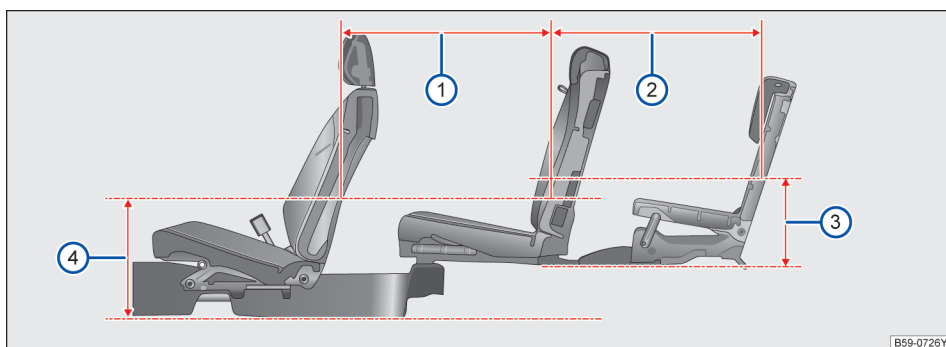

图 96 座间距
位置 680mm 处→图 96 ④，第一排及第二排座椅座间距为 613.8mm→图 96 ①；在距离第二排座椅下方地板 380mm 处→图 96 ③，第二排及第三排座椅座间距为 640.5mm→图 96 ②。